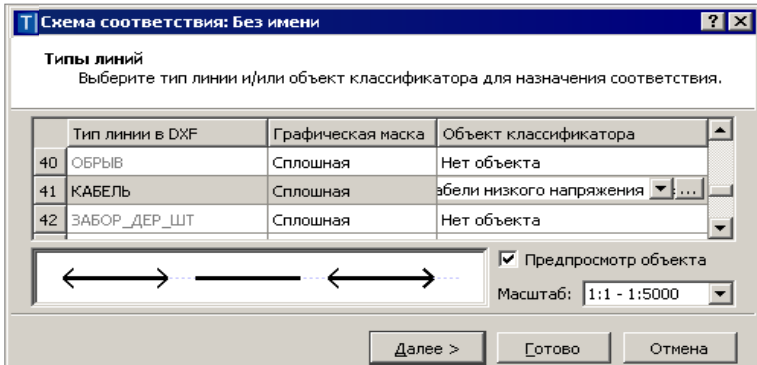

Рис. 4.17
- для типов линий – в виде типа линии графической маски и/или линейного объекта классификатора (рис. 4.17);